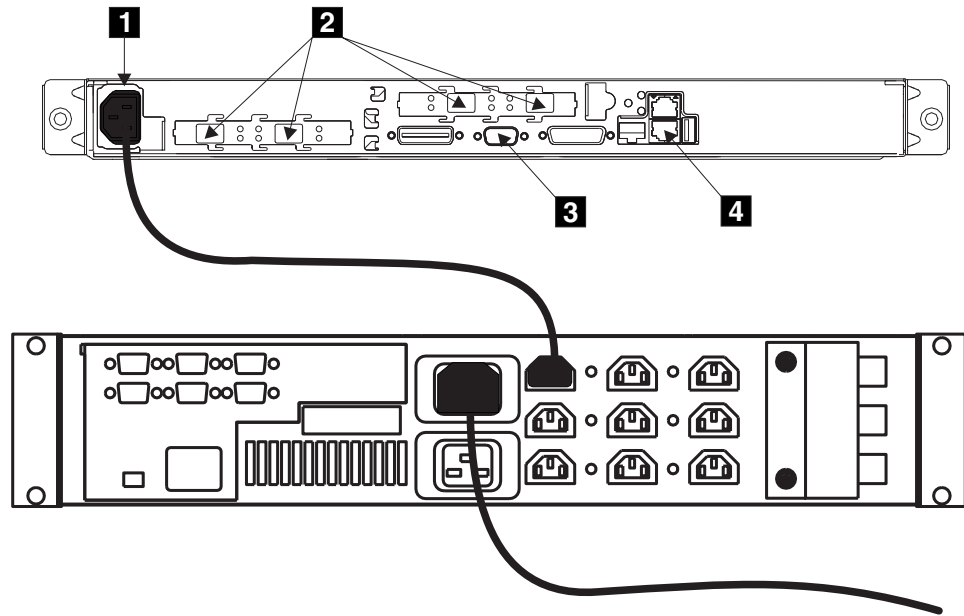

図1. 電源ケーブルとシグナル・ソケット
xix ページの図 1 は、SAN ボリューム・コントローラーと無停電電源装置のコネクターを示しています。
2. 電源ケーブル **1** が無停電電源装置に差し込まれていることを確認する。また、電源ケーブルのもう一方の端が、ラックの電源装置に接続されていることを確認してください。 xix ページの図 1 を参照してください。